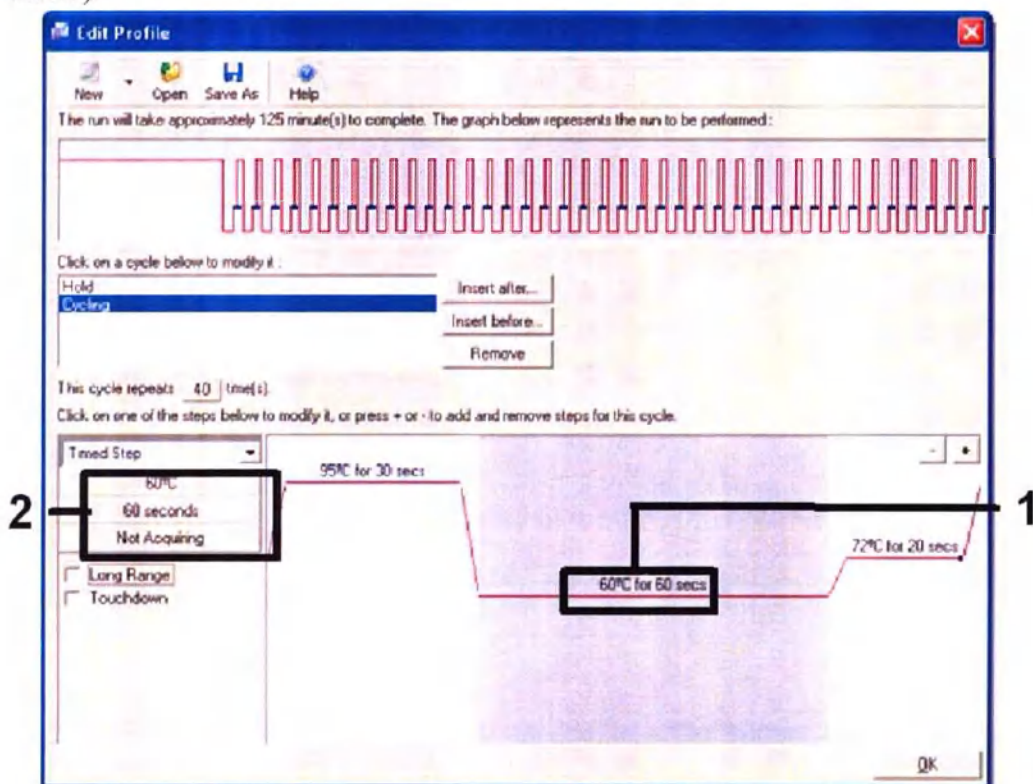

Рисунок 7. Этап цикла при температуре 60°C.
9. Выделите второй цикл и установите 60°C на 60 секунд. Разблокируйте функцию сбора данных на этом этапе, нажав кнопку "считывание не производится" (Not Acquiring) (см. Рис.7).